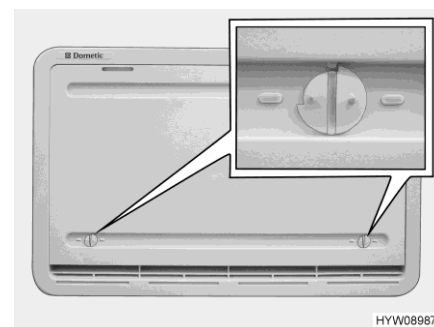

Fig. 185 Protection hivernale (grille d'aération du réfrigérateur)
La protection hivernale (Fig. 185) protège le groupe frigorifique de l'air froid. Placer des protections hivernales devant les deux grilles d'aération du réfrigérateur quand la température extérieure est inférieure à +10 °C (fonctionnement au gaz et fonctionnement électrique).
- Ouvrir les deux dispositifs de verrouillage (Fig. 185) (la rainure est à l'horizontale).